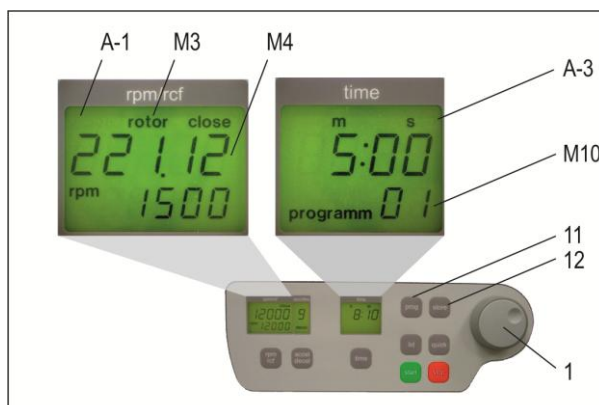

Abbildung 24
Setzen Sie den benötigten Rotor in die Zentrifuge ein. Durch Drücken der Taste „prog“ (11) erscheint im Anzeigenfeld „time“ (A-3) der Schriftzug „programm“ (siehe Abbildung 24). Mit dem Einstellregler (1) können Sie die gewünschte Programmnummer auswählen.
Ob eine Programmnummer schon belegt ist, können Sie daran erkennen, dass im Anzeigenfeld „rpm/rcf“ (A-1) die Schriftzüge „rotor“ (M3) und „22x.xx“ (M4) erscheinen (siehe Abbildung 24). Bei freien Speicherplätzen erscheint hier eine Null.